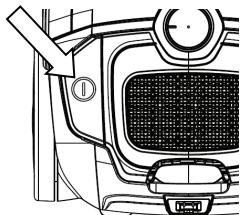

Fig. 4
Inserte el enchufe con el cable de alimentación (9) en la toma de corriente que se corresponde con las especificaciones de voltaje de la aspiradora. Presione el botón de encendido/apagado con el pie para poner en marcha la aspiradora (Fig 4).